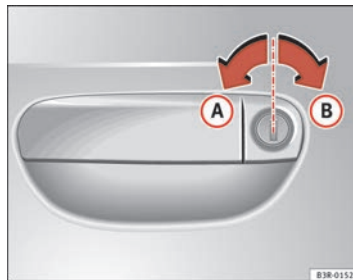

Abb. 70 Schlüsseldrehungen zum Öffnen und Schließen
- Drehen Sie den Schlüssel im Schloss der Fahrertür in Öffnungsstellung **A** ⇒ Abb. 70 nach links.
- Drehen Sie den Schlüssel im Schloss der Fahrertür in Schließstellung **B** ⇒ Abb. 70 nach rechts ⇒ .
Drehen Sie hierzu den Schlüssel im Schloss der Fahrertür **zweimal** hintereinander in kurzer Folge in Schließstellung ⓑ ⇒ Seite 102, Abb. 70.